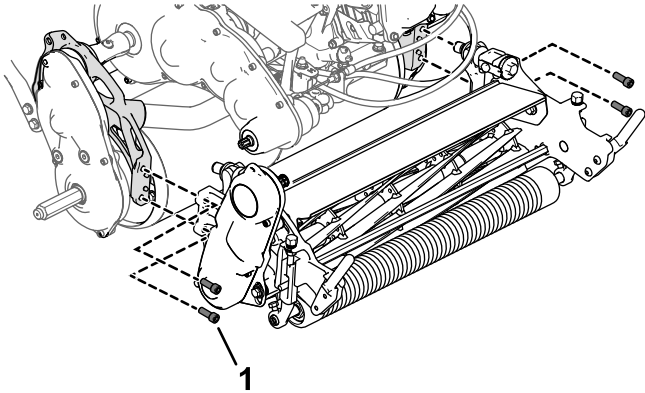

Figura 6
1. Usate le 4 viti a esagono incassato per montare l'apparato di taglio sulla macchina (Figura 6).